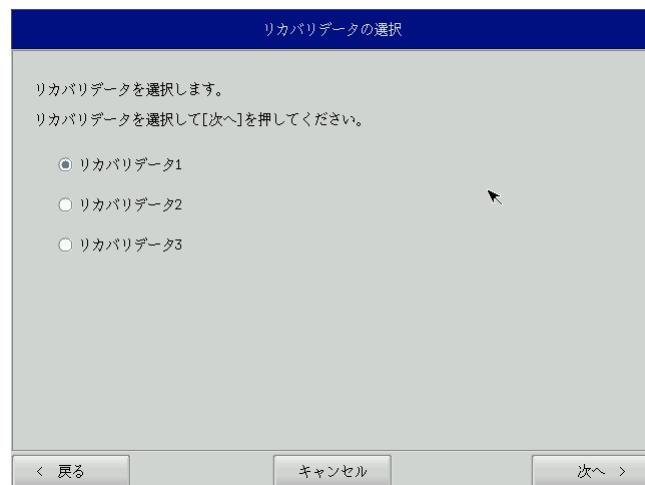

図 6-2-2. リカバリデータ選択画面
- ⑥ リカバリデータ選択画面（図 6-2-2）が表示されます。製品に合わせてリカバリデータを選択し、[次へ]ボタンを押します。表 6-2-1 に MT シリーズで選択できるリカバリデータを示します。